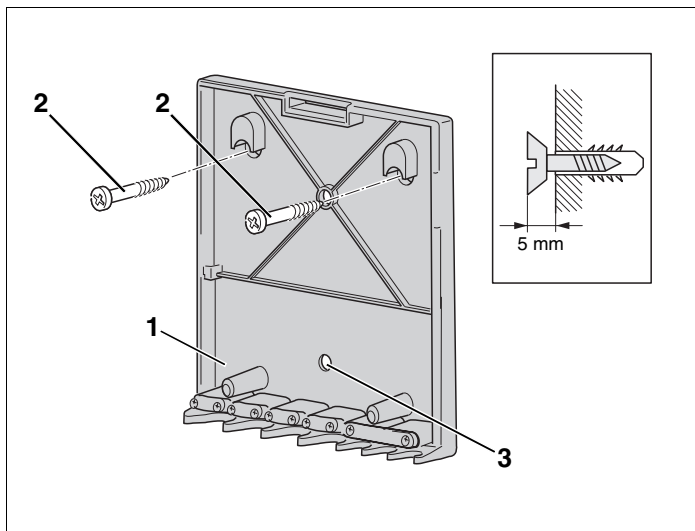

Abb. 9 Wandhalter montieren
- Positionen der Bohrlöcher für den Wandhalter (Abb. 9, **Pos. 1**) anzeichnen.
- Löcher entsprechend dem Lochbild des Wandhalters (Abb. 9, **Pos. 1**) bohren (\varnothing 6 mm).
- Dübel in die Bohrlöcher einsetzen und beiliegende Schrauben (Abb. 9, **Pos. 2**) bis auf 5 mm eindrehen.
- Wandhalter (Abb. 9, **Pos. 1**) einhängen und Schrauben anziehen. Gegebenenfalls Wandhalter (Abb. 9, **Pos. 1**) über die zusätzliche Bohrung (Abb. 9, **Pos. 3**) des Wandhalters an der Wand fixieren.